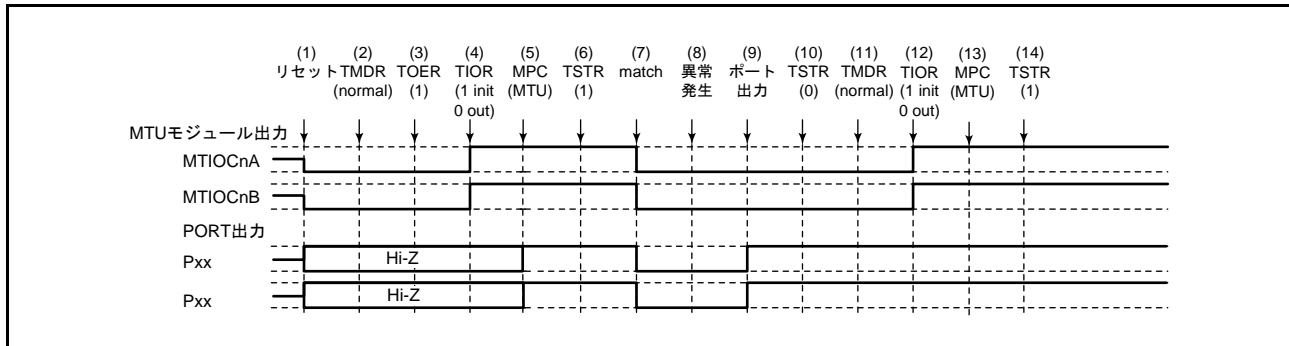

図 22.127 ノーマルモードで異常が発生し、ノーマルモードで復帰する場合
ノーマルモードで異常が発生し、再設定後ノーマルモードで再スタートする場合の説明図を図 22.127 に示します。
(1) ~ (10) は図 22.127 と共通です。
(11) PWM モード1を設定します。
(12) TIOR レジスタで端子を初期化してください。なお、PWM モード1では MTIOCnB (MTIOCnD) 端子に波形が出力されません。出力すべきレベルがある場合は、I/O ポートのポート方向レジスタ (PDR)、ポート出力データレジスタ (PODR) で汎用出力ポートの設定をしてください。
(13) MPC と I/O ポートのポートモードレジスタ (PMR) で MTU 出力としてください。
(14) TSTR レジスタで再スタートします。
(11) PWM モード2を設定します。
(12) TIOR レジスタで端子を初期化してください。なお、PWM モード2では周期レジスタの端子は初期化されません。初期化したい場合にはノーマルモードで初期化した後 PWM モード2に移行してください。
(11) 位相計数モードを設定します。
(12) TIOR レジスタで端子を初期化してください。
- (11) TIOR レジスタでノーマルモードの波形生成部を初期化してください。
- (12) TIOR レジスタでノーマルモードの波形生成部の動作を禁止してください。
- (13) TOER レジスタで MTU3、MTU4 の出力を禁止してください。
- (14) TOCR レジスタで相補 PWM モードの出力レベルと周期出力の許可 / 禁止を選択してください。
- (15) 相補 PWM モードを設定します。
- (16) TOER レジスタで MTU3、MTU4 の出力を許可してください。
- (17) MPC と I/O ポートのポートモードレジスタ (PMR) で MTU 出力としてください。
- (18) TSTR レジスタで再スタートします。